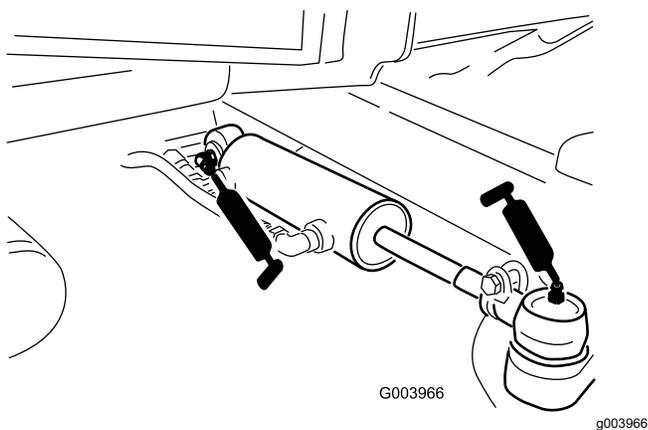

Figura 110
- Giunti a sfera (2) del cilindro di sterzo (Figura 110)